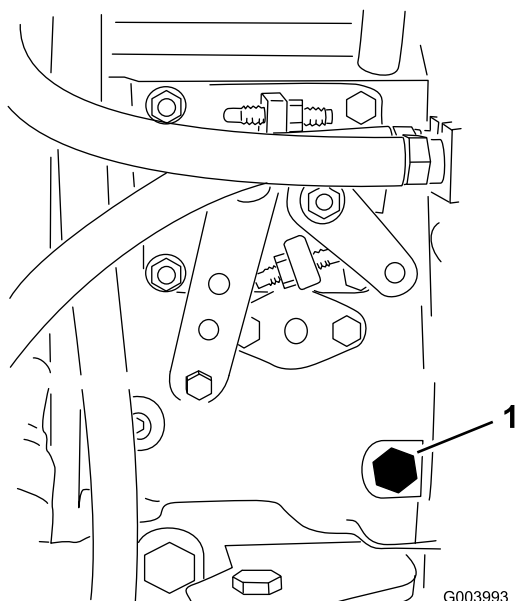

Figura 30
3. Abra el tornillo de purga de aire de la bomba de inyección de combustible (Figura 30) con una llave de 12 mm.